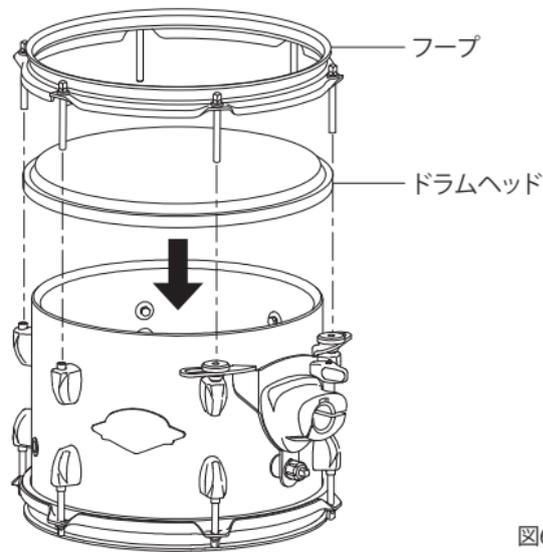

図6
6. 最後にドラムヘッド、フープを取り付けて付け替えは完了です (図 6)。